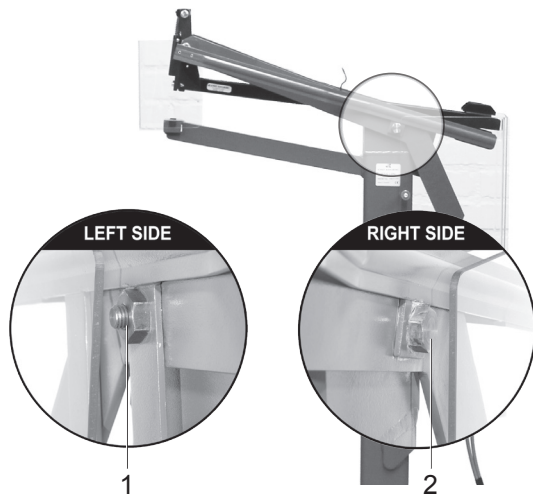

Fig. 12
- Lossa muttern (Fig. 12/1) och skruven (Fig. 12/2).
- Drag åt skruven (Fig. 12/2) för att minska glappet.
- Lås skruven med muttern (Fig. 12/1).
3. Demontera de två skruvarna vid främre länkarna. (Fig. 12/1).
4. Demontera de två skruvarna som håller häfthuvudet. (Fig. 12/2).